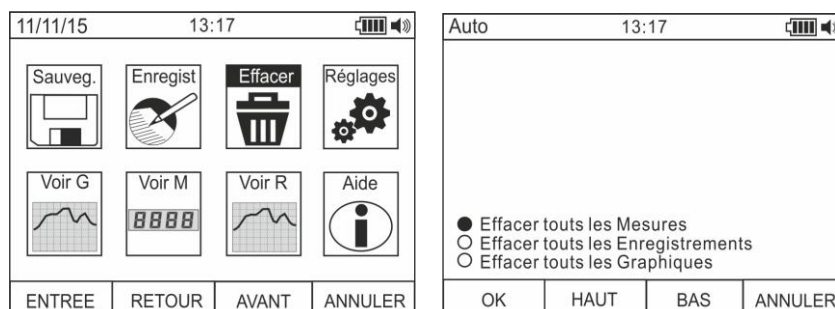

Fig. 12: Suppression de la mémoire interne
14. Utiliser les touches **F2** ou **F3** pour sélectionner l'icône « Effacer » et appuyer sur la touche **F1** (voir Fig. 12 – partie gauche)